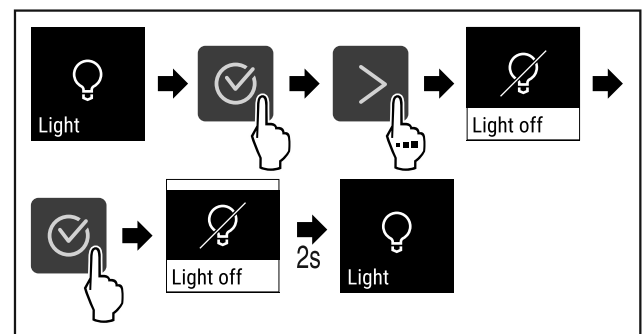

Fig. 85
- ▶ Obavite korake postupka (pogledajte Fig. 85) .